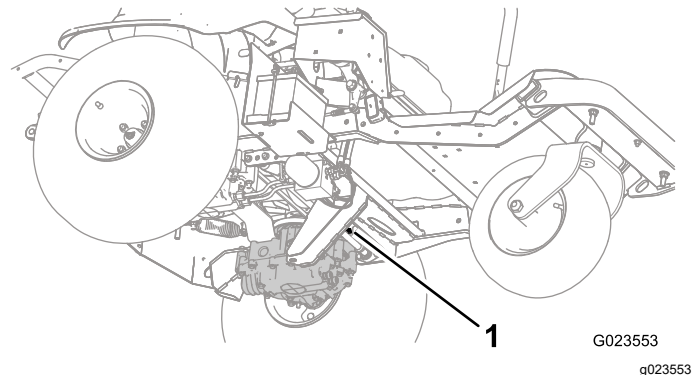
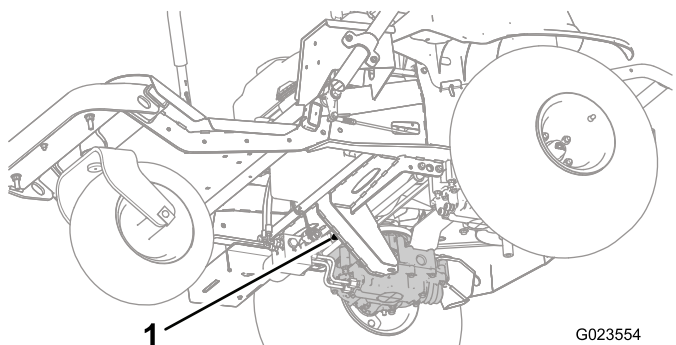
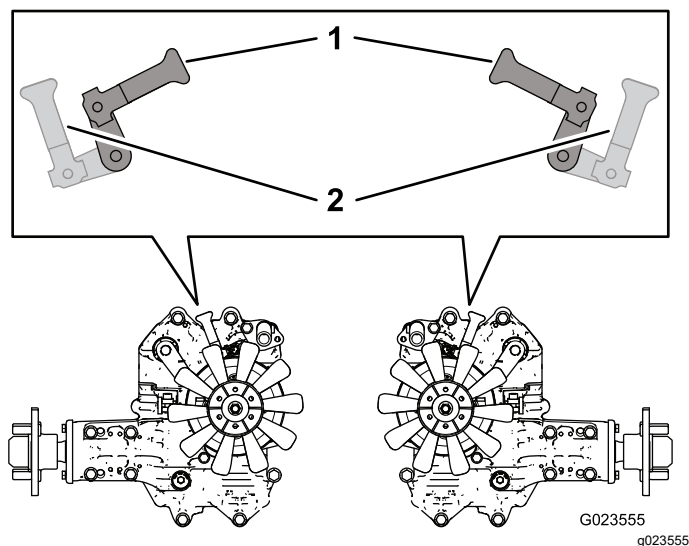

Figure 28
Figure 29
Figure 30
2. En passant sous la machine, tournez les leviers de dérivation (Figure 28 et Figure 29) pour les orienter vers l'intérieur et le centre de la machine (Figure 30), puis desserrez le frein de stationnement ; voir Utilisation du frein de stationnement (page 23).
3. Lorsque vous avez fini de pousser ou remorquer la machine, tournez les leviers des vannes de dérivation vers l'avant de la machine pour pouvoir conduire cette dernière (Figure 30).